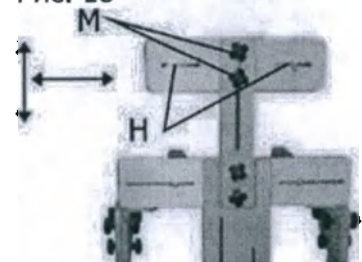

Рис.19
8) Регулировка положения подголовника (при наличии) (рис.19)